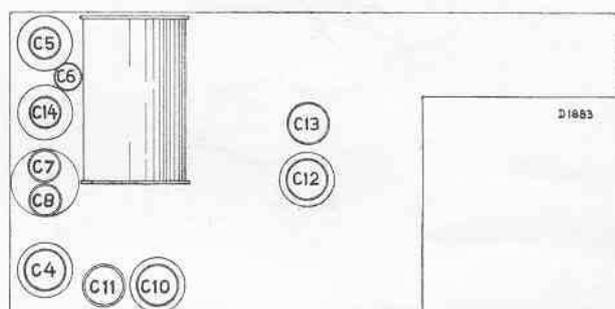

Fig. 3
7. Trimmer C11 et C12 sur la sortie maximum (voir figure 3).
3. Trimmer C4 sur la sortie **minimum** (voir fig. 3).
5. Trimmer sur la sortie maximum et dans l'ordre suivant: C7-C5-C14-C7-C5-C14 (voir fig. 3).
4. Trimmer C8 sur la sortie maximum (voir fig. 3).